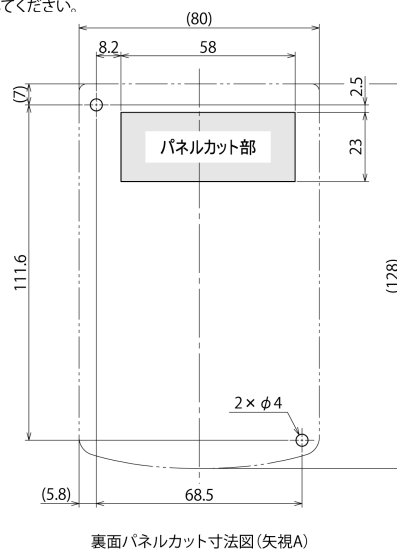
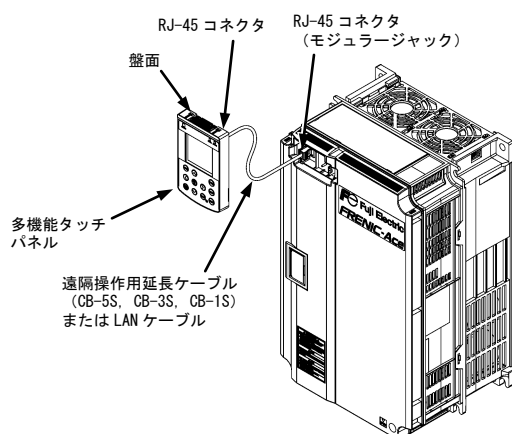

図 2.1 取付けねじ穴位置とパネルカット寸法
図 2.3 FRENIC-Ace/VP/eHVAC への接続
(注2) 盤の厚さに合わせて適切な長さの取付けねじを使用してください。(図 2.1 参照)
- 盤に設置する (図 2.1~図 2.3 参照)
- 手で遠隔操作する (図 2.3 参照)
- (1) 多機能タッチパネルを取り付ける盤面に、図 2.1 に示すパネルカットを行ってください。また適切な長さのねじを準備してください。